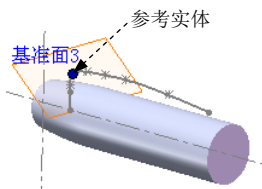

图 3.31.7 基准面 3
Step6. 创建图 3.31.7 所示的基准面 3。选择下拉菜单 **插入(I)** **→** **参考几何体(G)** **→** **基准面(E)...** 命令，选取图 3.31.7 所示的草图 2 和点作为基准面的参考实体。